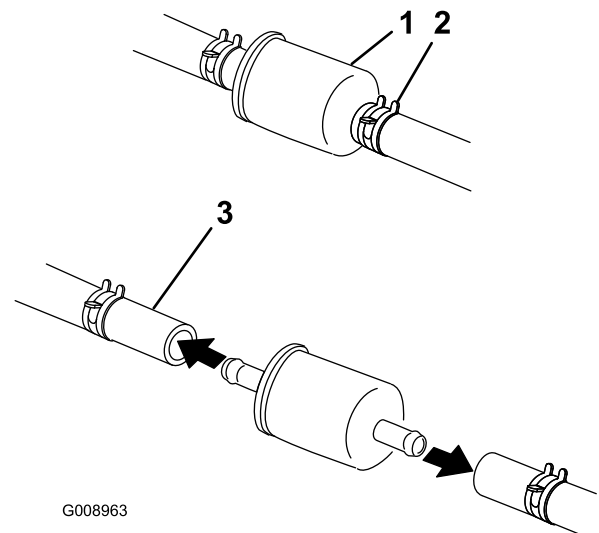

Figure 45
5. Fermez le robinet d'arrivée de carburant situé derrière le siège (Figure 45).
6. Pincez les extrémités des colliers et faites glisser ceux-ci pour les éloigner du filtre (Figure 45).
8. Posez un filtre neuf et rapprochez les colliers de fixation des conduites du filtre (Figure 45).